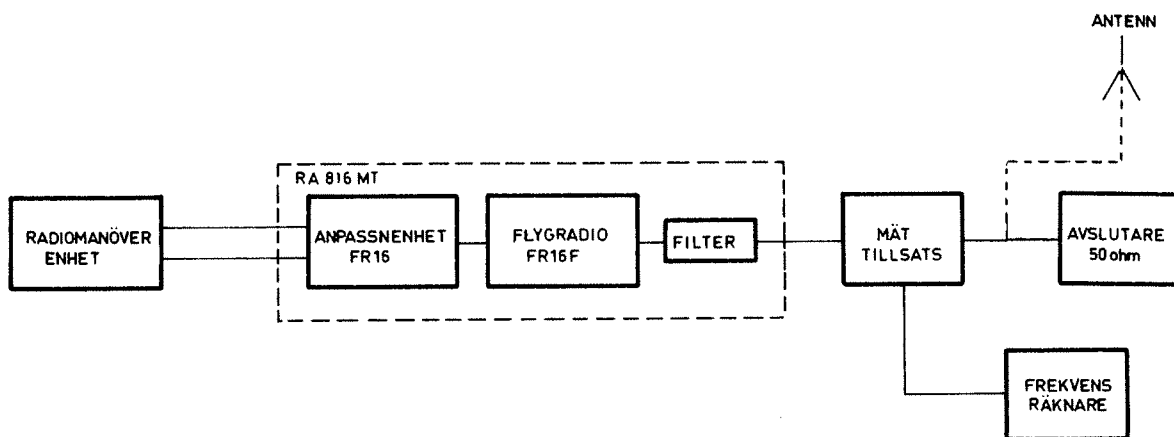

Bild 12
- Anslut frekvensräknaren, mättillsatsen och eventuellt en avslutare enligt bild 12.